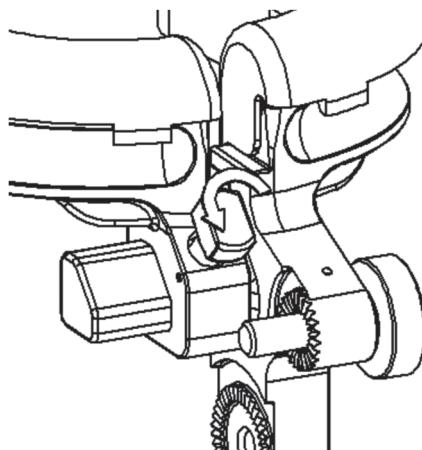

Figura 9
1. Ruotare in senso antiorario la manopola di regolazione fino a quando la piastra scorrevole a ferro di cavallo non possa scorrere liberamente (Figura 9).